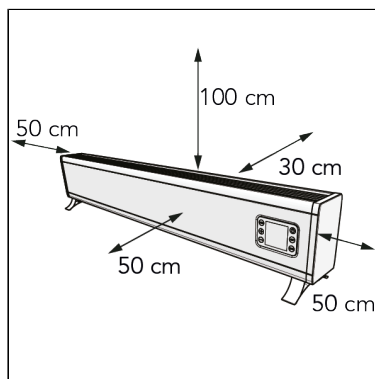

Figure 56.
5. Placez l'appareil en respectant un dégagement minimal (Figure 56) de :